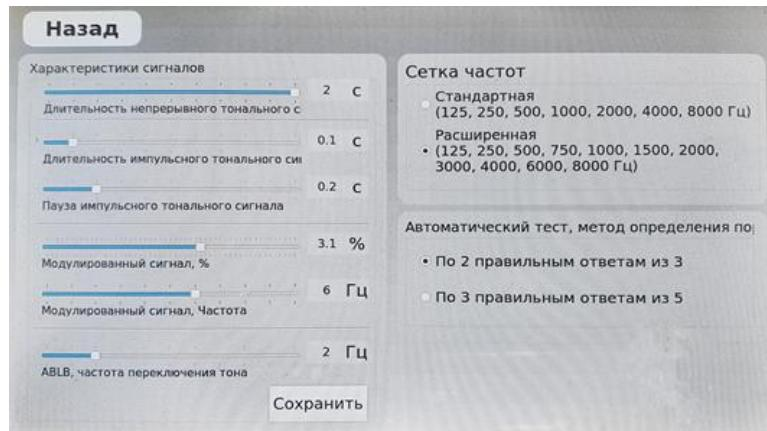

Рис.15. Изменение параметров сигналов и тестов.
- 4) Изменение параметров сигналов и тестов – переход к настройкам сигналов и тестов (рисунок 15).